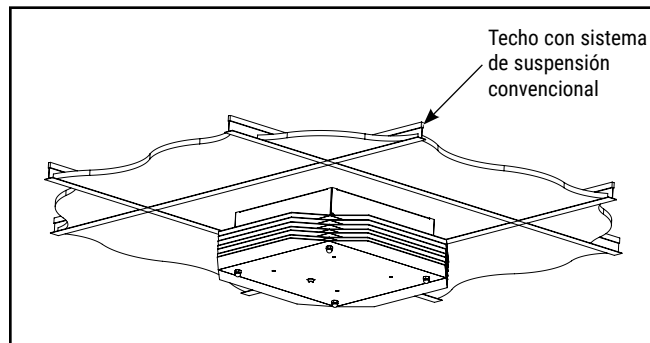

Figura 2.
2. Coloque la luminaria con placa de techo en el techo con sistema de suspensión. (Ver Figura 2).